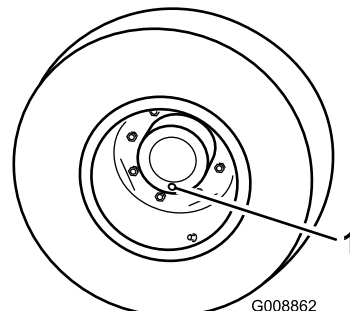

図 67
1. 平らな場所で、ホイールの点検/ドレンプラグ (図 67) が一番下 (時計の6時の位置) に来るように停止させる。